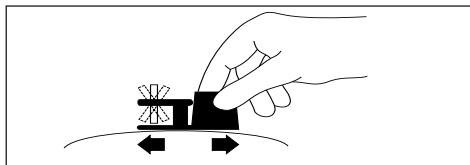

FIGURA 7
- Siguiendo la dirección de la flecha que se encuentra en el producto, mueva lentamente la base del MAGNA-FINDER™ hacia delante y hacia atrás sobre la superficie del tejido como se muestra en la Figura 7. El imán del MAGNA-FINDER™ indicará la posición del reservorio sobre un plano.